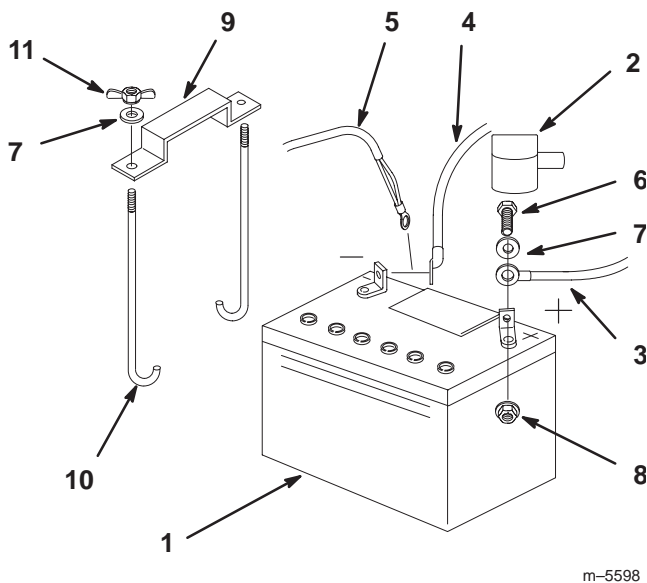

Figure 58
1. Placez la batterie dans son support en tournant les bornes vers le moteur (Fig. 58).
4. Fixez les câbles à l'aide de 2 boulons (1/4 x 3/4"), 2 rondelles (1/4") et 2 contre-écrous (1/4") (Fig. 58).
6. Fixez la batterie en position avec des boulons en J, une barrette de maintien et 2 rondelles (1/4"), ainsi que 2 écrous papillons (1/4") (Fig. 58).
3. Débranchez d'abord le câble négatif et le câble de masse de la borne négative (–) de la batterie (Fig. 58).
4. Ôtez le capuchon rouge de la borne positive (rouge) de la batterie. Retirez ensuite le câble positif (rouge) de la batterie (Fig. 58).
5. Retirez les deux écrous papillon (1/4") de fixation de la barrette de maintien de la batterie (Fig. 58).